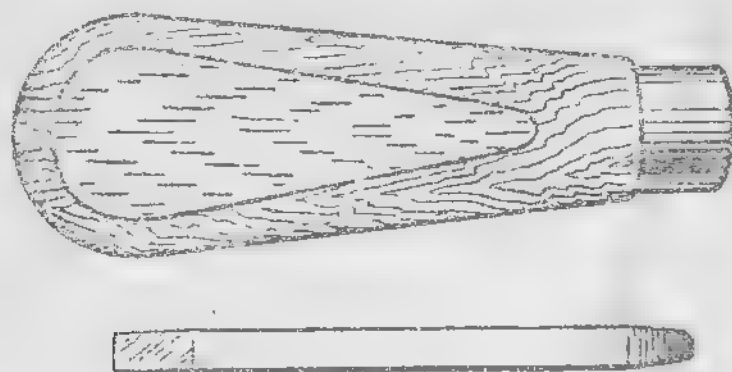

Рис. 24. Отвертка
2) **отвертку** (рис. 24) для отвинчивания и завинчивания винтов; она состоит из **руко-**